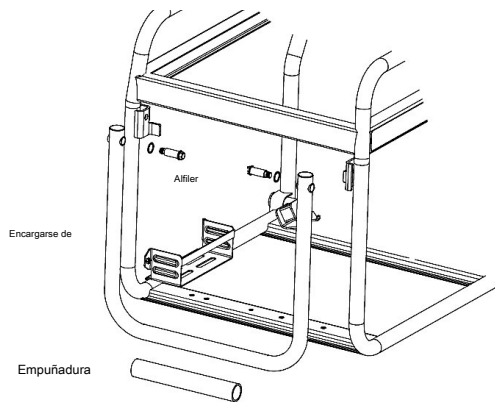

Fig. 9: Instalar el conjunto de mango
Paso 1: Insertar el soporte de manija sobre el generador marco y asegure con dos tornillos M8 y dos tuercas de brida M8 (Fig. 9).